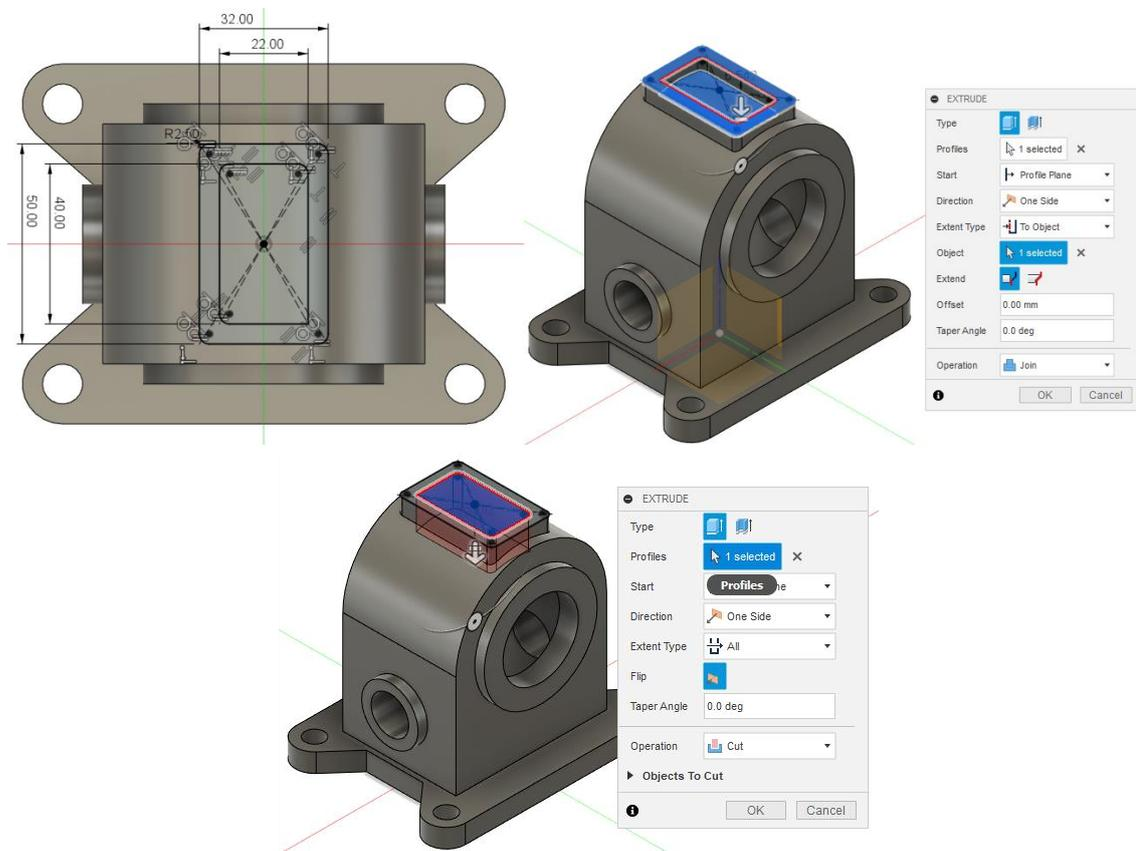

Рис.8.8. Створення верхньої бобишки та отвору.
7. На створеній площині будемо зовнішній та внутрішній контур бобишки. Витягуємо створений ескіз до зовнішньої поверхні деталі (рис. 8.8).
Далі скориставшись ще раз створеним ескізом виріжимо наскрізний отвір у деталі (рис. 8.8).